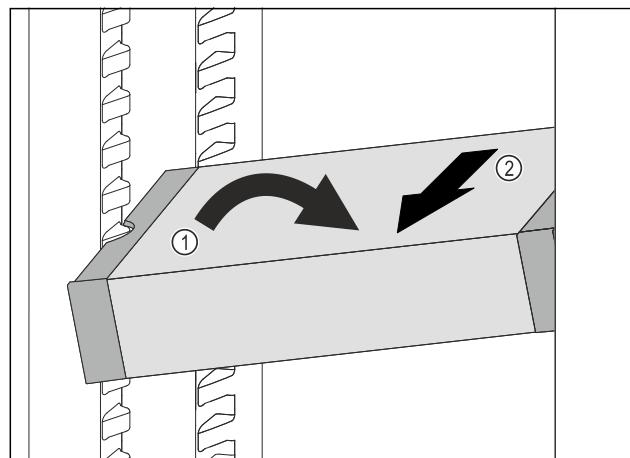

Fig. 79
- ▶ 在冷藏区中倾斜 VarioSafe。Fig. 79 (1)
- ▶ 向前取出 VarioSafe。Fig. 79 (2)